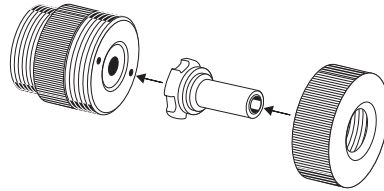

Abb. 1
2. Den Elastomer-Einsatz (F) mit dem Flansch in Richtung Aufweitgerät in den herausziehbaren Kopf (E) (Abb. 1) einsetzen, wie auf der Abbildung. Den Gewinding (G) schrauben.